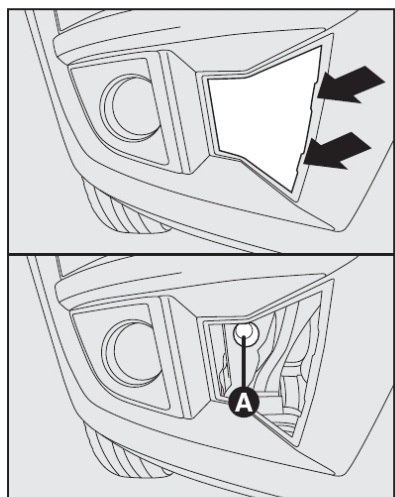

fig. 47
### Reboque dianteiro - fig. 47
2) Retirar a tampa de proteção do furo - setas-fig. 47.
3) Parafusar o gancho de reboque no furo rosqueado **A-fig. 47** na parte dianteira do para-choque, lado direito.